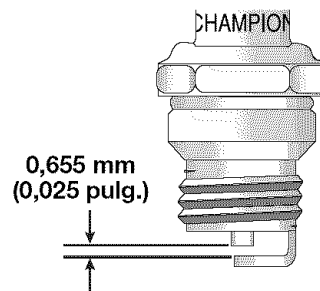

Fig. 23
3. Cambie las bujías que estén rajadas, sucias o deterioradas. Fije la separación de aire a 0,655 mm (0,025 pulgadas) utilizando un calibre (Fig. 23).